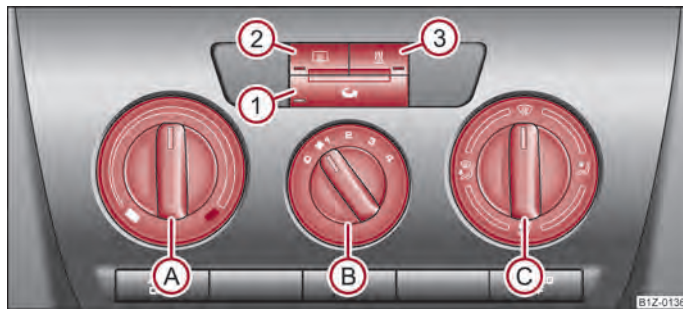

Fig. 93 Calefacción: Elementos de mando
- Gire el regulador giratorio (A) ⇒ fig. 93 hacia la derecha para aumentar la temperatura.
- Gire el regulador giratorio (A) hacia la izquierda para bajar la temperatura.
- Elementos de mando Ⓐ, Ⓑ, Ⓒ y la tecla ① ⇒ fig. 93.
- Pulsar la tecla - se encenderá el testigo de control en la tecla ⇒ fig. 93.
Si el regulador distribuidor de aire Ⓒ se encuentra en la posición ⇒ fig. 93, el servicio de aire circulante se desconectará automáticamente. Pulsando repetidamente la tecla puede volver a conectar el servicio de aire de circulación también en esta posición.